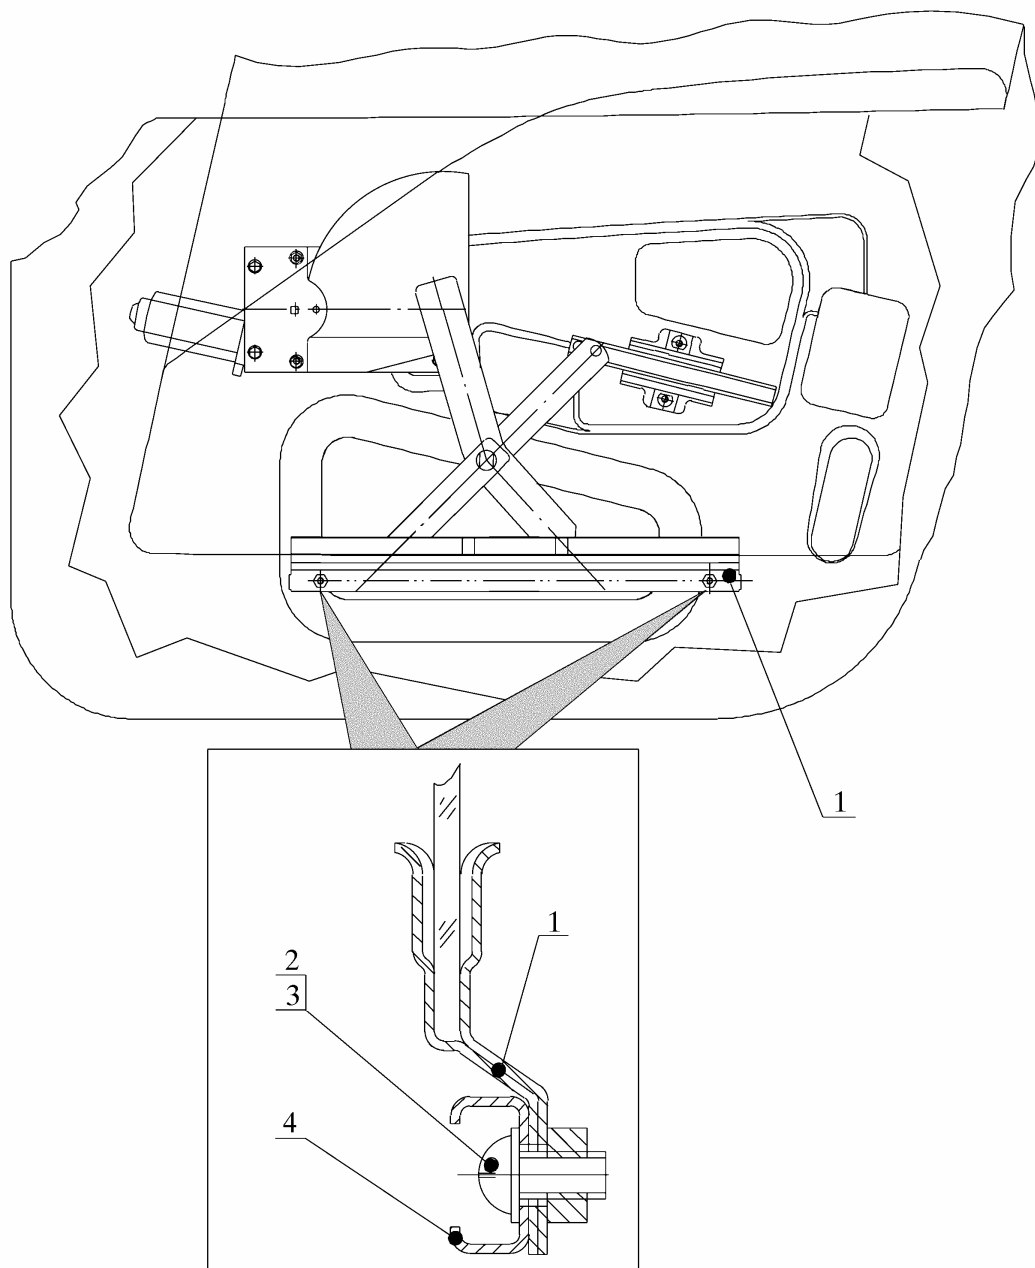

Рис. 1.
4.3. Отсоединить верхнюю кулису 4 (рис. 1) от обоймы 1 стекла, вывинтив и сняв два винта 2 с шайбами 3